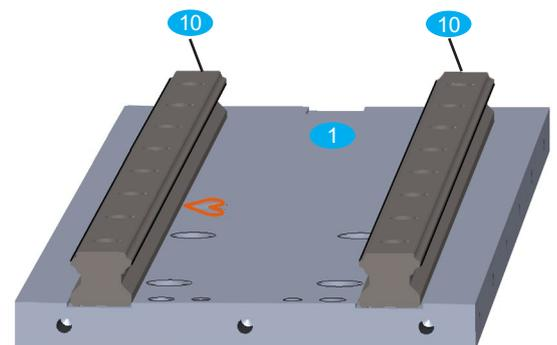

Bild 3: Ausrichten der Bezugskante
- Linke Linearführung 10 bündig an der Unterkante der Platte 3 ausrichten und mit Zylinderschrauben 28 verschrauben; dabei muss die Kante (rote Kennzeichnung in Bild 3) der Linearführung auf ganzer Länge an der gefrästen Anschlagkante der Platte 3 anliegen.